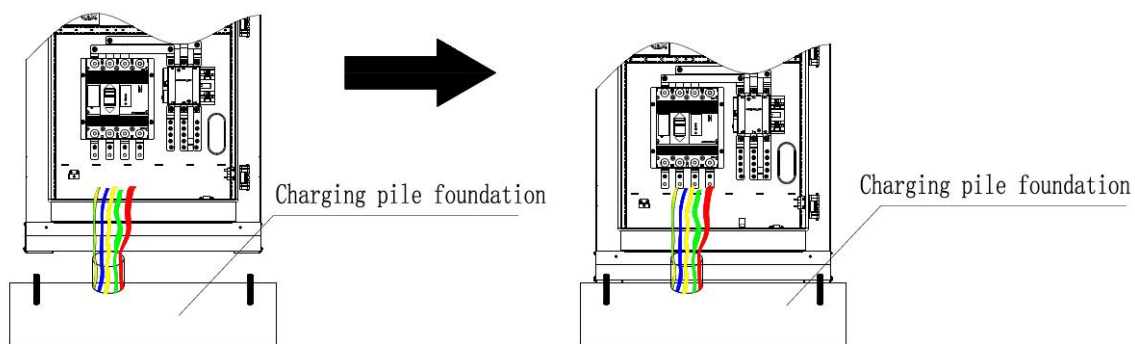

图 11
- 将预留的电缆从充电桩底部的进线口穿过，慢慢降下充电桩，将多余的电缆从前门拉出，充电桩底部螺栓孔和基础上 4 个膨胀螺栓对准后将充电桩放置基础上。如图 11